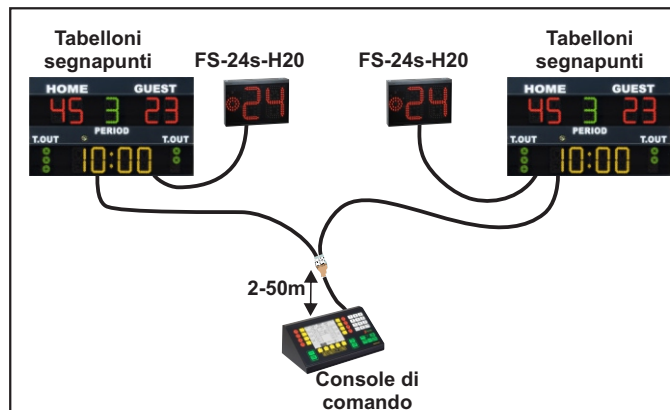

Fig. 5: Collegamento dati seriale misto
3. Collegamento misto dei due precedenti. Un esempio viene rappresentato nella Fig. 5 dove sono sfruttate le uscite seriali dei tabelloni segnapunti per il collegamento agli indicatori dei 24 secondi.